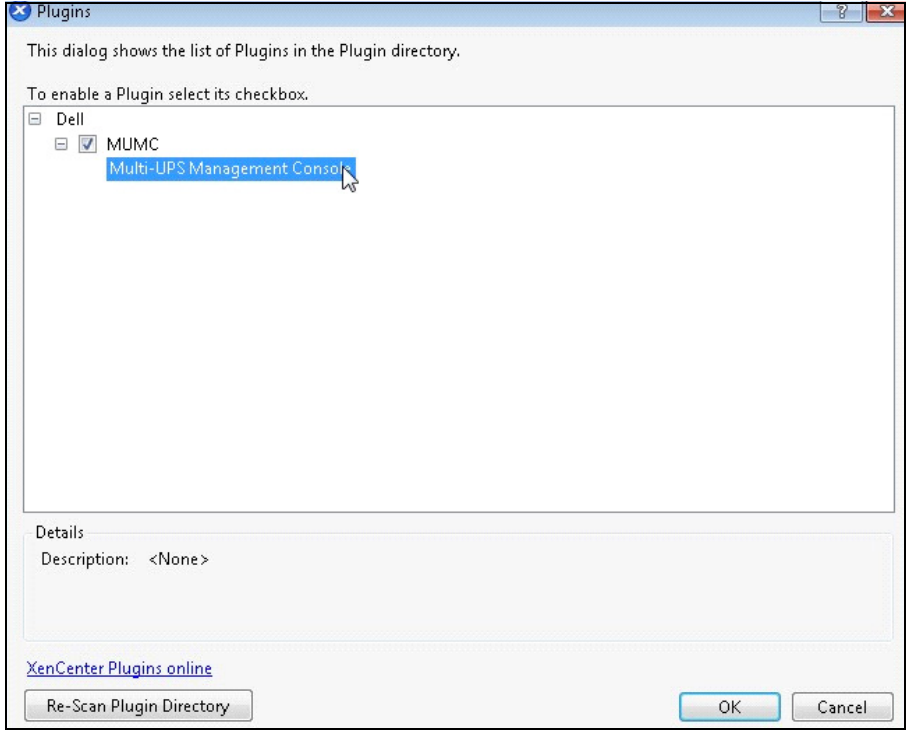

Figura 97. Directory plugin (ri-analizzare)
- In caso contrario, fare clic su **Ri-analizzare directory plugin** (vedere Figura 97).